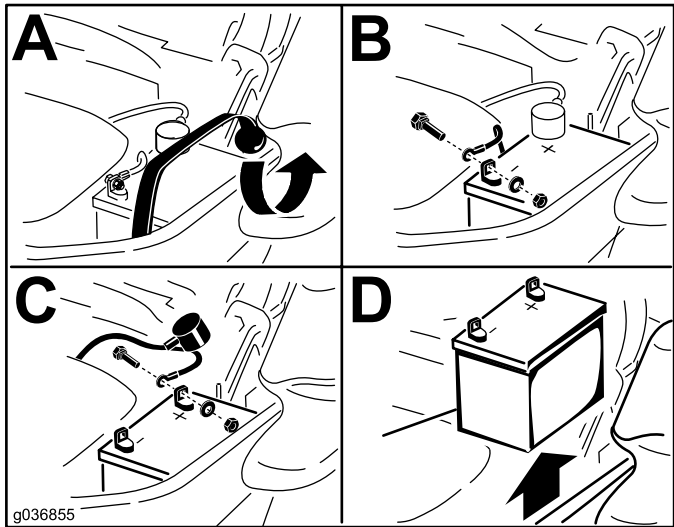

図 53
- バッテリー端子からマイナスケーブル黒を外す 図 53。
6. ゴム製ストラップを取り外す (図 53)。
1. バッテリーをトレイの上に置く端子が油圧オイルタンクと反対側を向くように置く 図 53。
4. 両方のケーブルをボルトとロックナット2組を使って固定する 図 53。
6. ゴム製ストラップでバッテリーを固定する 図 53。